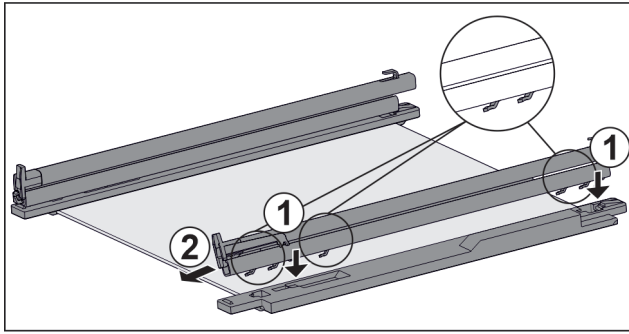

Fig. 69 Skleněná deska s kolejničkami a přídržnými díly
- ▶ Nasadte háčky kolejničky na otvory **levého** přídržného dílu. Fig. 69 (1)
- ▶ Vytáhněte kolejničku dopředu. Fig. 69 (2)
- ▶ Nasadte háčky kolejničky na otvory **pravého** přídržného dílu. Fig. 69 (1)